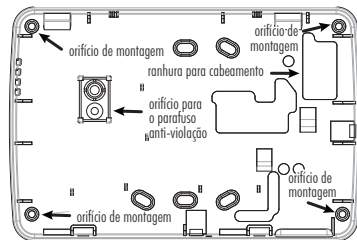

Figura 2 - Montagem da placa traseira.
4. Fixe a placa traseira do teclado à parede utilizando os orifícios de montagem. (Refira-se à Figura 2.) Utilize todos os 4 parafusos fornecidos exceto se a montagem for feita em uma caixa elétrica embutir. Utilize os tirantes de retenção de plástico fornecidos se o equipamento for montado em uma parede de gesso cartonado. Se utilizar o dispositivo anti-violação do teclado, fixe a placa anti-violação à parede com um parafuso.